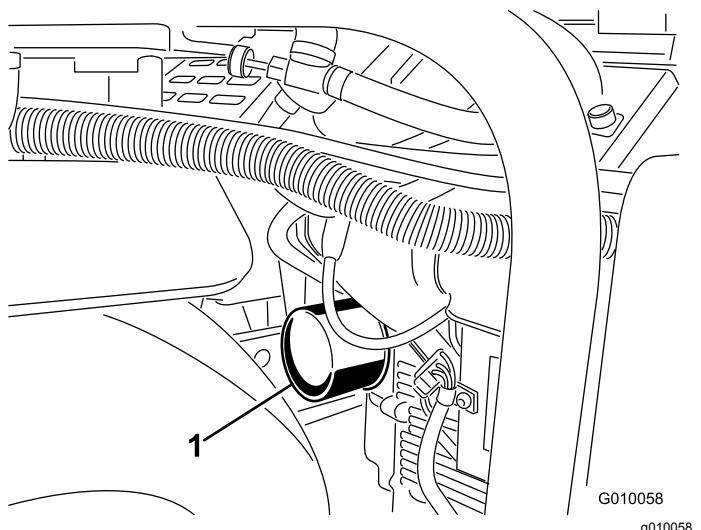
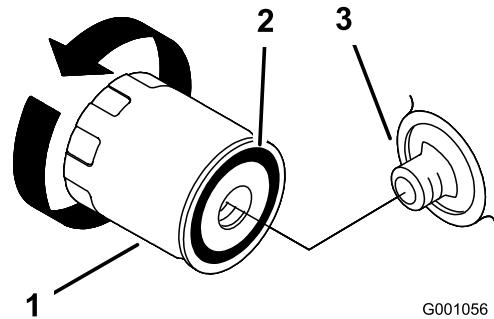

Figura 48
Figura 49
5. Coloque un recipiente poco hondo o un paño debajo del filtro para recoger el aceite (Figura 48).
6. Retire el filtro usado (Figura 48 y Figura 49) y límpie con un paño la superficie de la junta del adaptador del filtro.